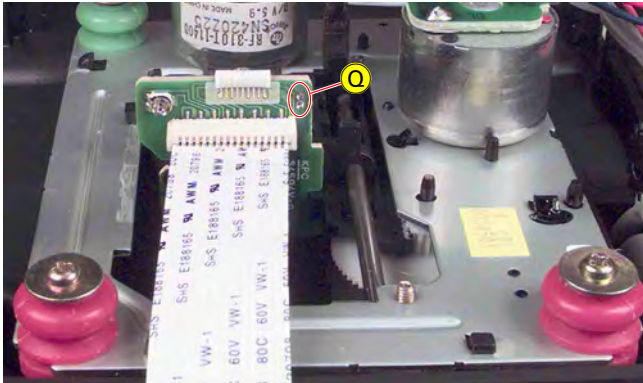

Fig. 10
- **Achtung:** Vor Abziehen des Flexprints zum CD-Laufwerk muss die Schutzlötstelle \textcircled{Q} (Fig. 10) auf der Leiterplatte der Lasereinheit kurzgeschlossen werden.
- **Attention:** Shortcircuit the protective soldered joint \textcircled{Q} (Fig. 10) at the Laser pick-up PCB before disconnecting the flexprint to the CD mechanism.